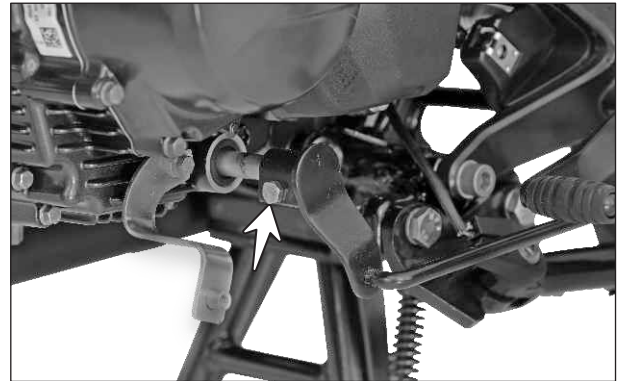

Fig. 3.105
- Retire el tornillo hexagonal (M6x20) del enlace del pedal de cambios. (Fig. 3.105)